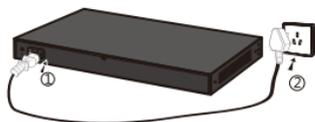

图1.2.2电源连接示意图
- 2.内置式的无需电源适配器，直接接入AC100~240V, 50~60Hz市电即可；如图1.2.2所示。